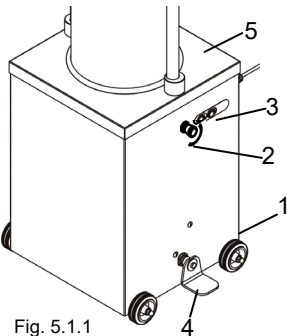

Fig. 5.1.1
Installer la fiche (pas en dotation) de 16 A au cordon d'alimentation "1" de la machine (fig. 5.1.1) et la brancher à une prise munie d'interrupteur différentiel de capacité adéquate placé en amont. Pour la version triphasée, il faut contrôler le sens de rotation correct du moteur, en procédant de la façon suivante:
1. Enlever le carter arrière "5" fig. 5.1.1.
2. Placer l'interrupteur différentiel sur la pos. "I", appuyer sur le bouton de mise en route "3" fig. 5.1.1 ensuite appuyer sur la pédale; en même temps, vérifier que le moteur tourne dans le sens indiqué par la flèche placée sur le moteur électrique.
Après avoir branché la machine au réseau et après avoir appuyé sur le bouton de mise en route (fig. 5.1.1) appuyer sur la pédale et vérifier le déplacement du tampon dans le cylindre. Placer la pédale dans la position centrale et s'assurer que le piston s'arrête.
- Appuyer sur le bouton de mise en route "3" (fig. 5.1.1).